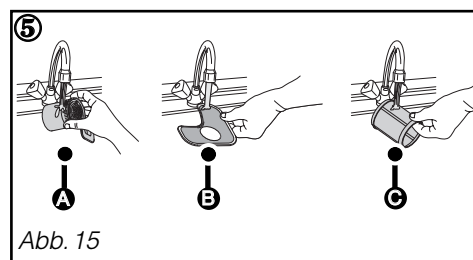

Abb. 15
② Den Siebeinsatz **A** um eine Vierteldrehung aufdrehen und abnehmen.
③ Den Feinsieb **B** herausnehmen.
④ Den Microsieb **C** herausnehmen.
⑤ Die Filter **A**, **B** und **C** sorgfältig unter fließendem Wasser reinigen (Abb. 15).